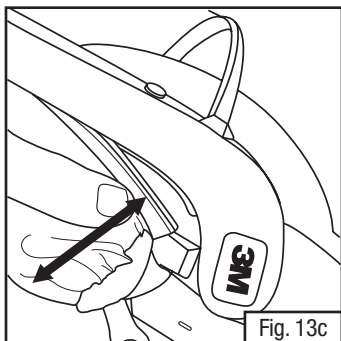

Fig. 13c
- Tome el empaque negro del sello facial y jale lentamente fuera de las pequeñas secciones, alrededor del sello facial (Fig. 13c).
- En el sello facial, ubique el lado con el “entrelazado” de tela que está cosido en el elástico. Sujete el sello facial con este lado mirando hacia arriba, jale el empaque negro en el sello facial y alinéelo con la orilla en la ranura en le marco del visor. Inicie con una orilla, presione con firmeza el empaque en la ranura en pequeños segmentos, alrededor del sello facial (Fig. 13c). Ambos rebordes del empaque deben insertarse completamente en la ranura.